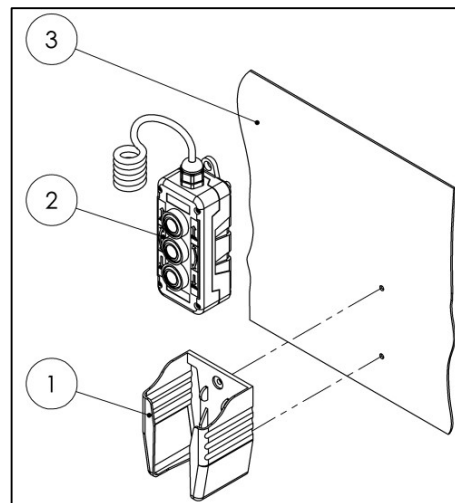

Fig. 50
- Monte el soporte (1) para el control de mano (2) en la pared del vehículo (3) utilizando, por ejemplo, 2 tornillos o adhesivo (ver Fig. 50).